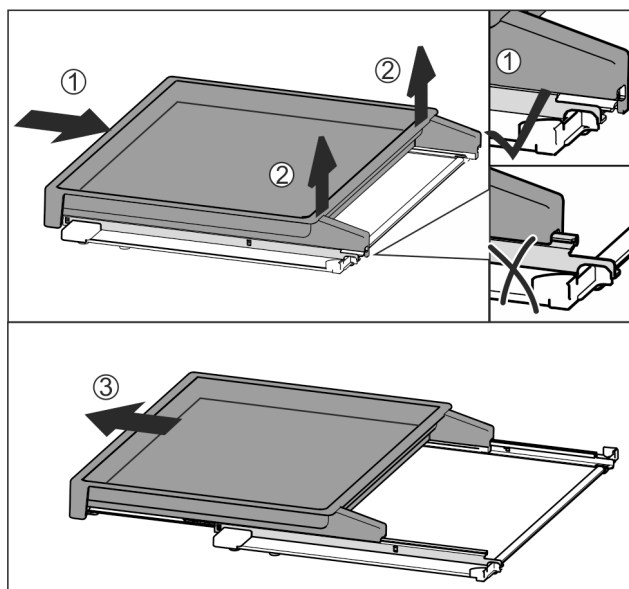

Fig. 181
- Auszugsbord vollständig einschieben Fig. 181 (1).
- Verrastung an hinterer Seite lösen Fig. 181 (2).
- Auszugsbord nach vorne herausnehmen Fig. 181 (3).